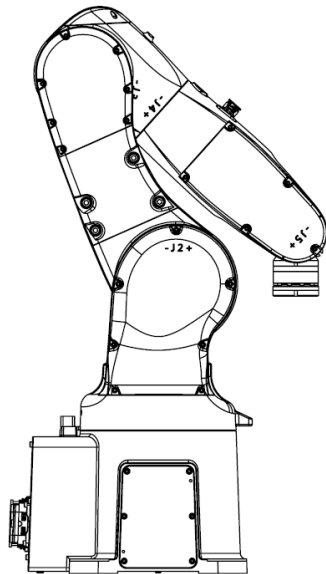

图 3-3 AIR8-710C 型操作机搬运位姿图
AIR8-710C 型操作机搬运时位姿图如图 3-3 所示：
- 操作机在长距离或有较强振动的运输条件下，需要安装图 3-3 中的搬运固定支架，防止过度的运输振动造成机械损伤。搬运固定支架在出厂包装中提供，请妥善保管，以便二次运输时使用。